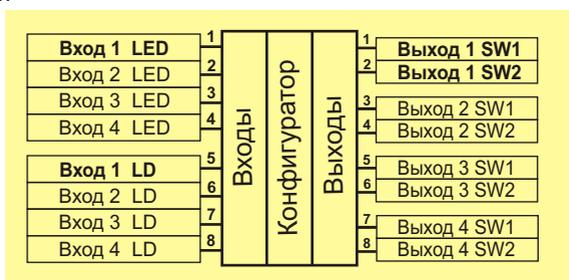
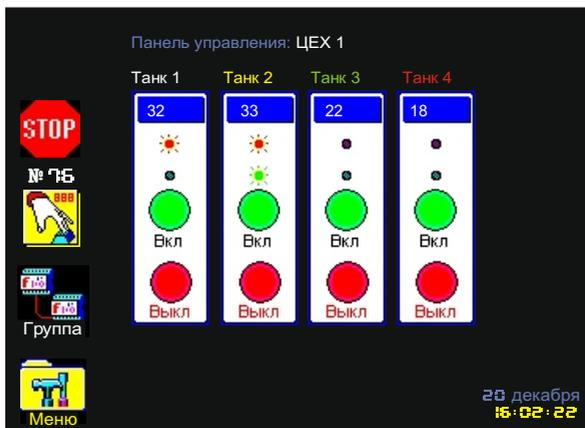

Рис. 99. Блок "Панель управления", тип "OFF_ON"
Рис. 100. Меню "Процесс" (Блок "Панель управления", тип "OFF_ON")
9.4.19 Блок **Панель управления**, в зависимости от типа, может быть 4-х элементным (4 типа) или одноэлементным (1 тип). Схематическое изображение архитектуры разных типов блока смотрите на Рис. 99, 101, 103, 105.
Тип "OFF_ON", является 4-х элементным. Каждый из элементов состоит из 2-х входов и 2-х выходов. На Рис. 99 входы и выходы 1-го элемента выделены жирным шрифтом. Ввод **LED** - индикатор (табло), к нему подключается выход из любой точки схемы, значение которого необходимо вывести на индикатор блока "Панель управления" в меню "Процесс" (Рис. 100). Ввод **LD** - светодиод, к нему подключается выход, работу которого необходимо контролировать на панели блока "Панель управления, в виде включения/выключения светодиода (Рис. 100).
Выход **SW1** - кнопка **Вкл.**, выход **SW2** - кнопка **Выкл.** Обе кнопки находятся на блоке "Панель управления" в меню "Процесс" (Рис. 100) и подключаются в необходимую точку схемы для осуществления функций ручного включения (пуска) и выключения (стопа).